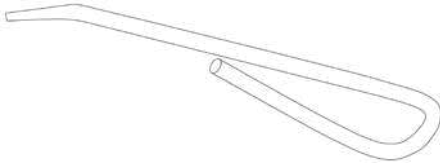
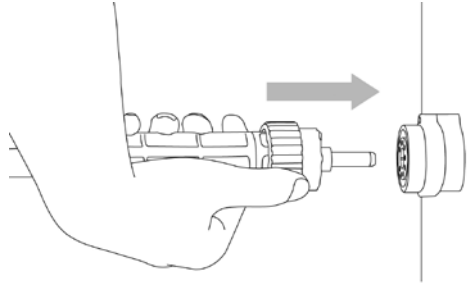

Рис. 8.3. Ключ.
Рис. 8.4. Установка разъема.
3. Подключите кабельный разъем плазмотрона к разъему аппарата на передней панели (См. рис. 8.4, 8.5). Используйте ключ, идущий в комплекте (См. рис. 8.3).